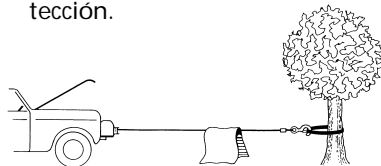

Figura 5
10. Es una buena idea poner una frazada pesada o abrigo sobre el cable de alambre cerca del extremo del gancho al tirar de cargas pesadas (Figura 5). Si falla el cable de alambre, la tela actuará